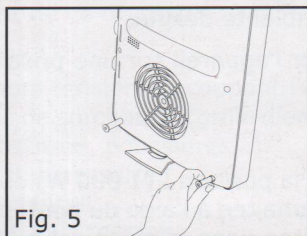

Fig. 5
- Enfoncer les 2 guides d'écartement fournis comme indiqué fig. 5.